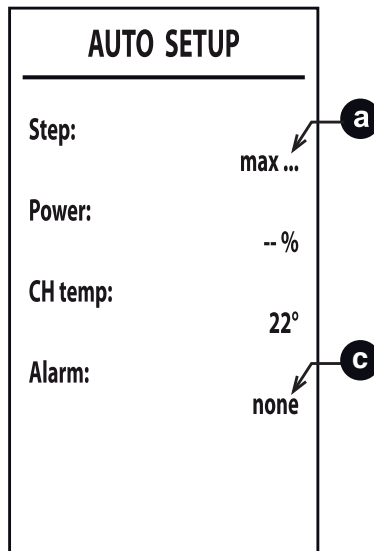

fig. 37
- 5 Po włączeniu palnik ustawia się w trybie ogrzewania na różne moce (maksymalna, średnia, minimalna), o których informuje punkt **a** (fig. 37). Jeśli rozpraszanie ciepła przez instalację nie będzie wystarczające do zakończenia procedury, można uruchomić, **wyłącznie po włączeniu palnika**, żądanie c.w.u.
- 7 Jeśli sekwencja uruchomienia opisana w punkcie „6” nie zakończy się pomyślnie, pojawia się komunikat **max_err** w punkcie **a** i kod błędu w punkcie **c** (fig. 37).